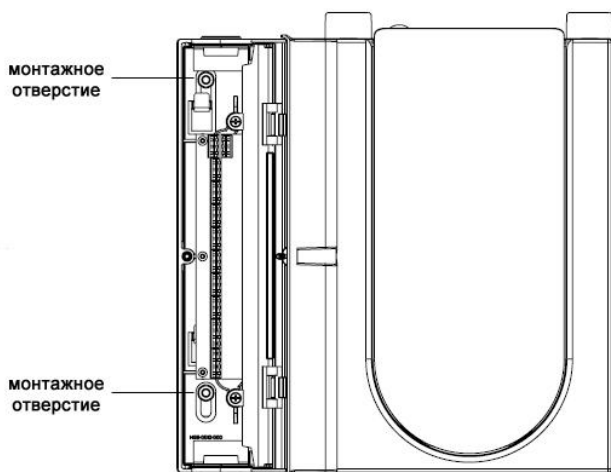

Рис.2 Монтажные отверстия для резьбовых шпилек
3. Сдвиньте блок вниз так, чтобы он зацепился за крюки, и закрепите его, по крайней мере, на одной из двух резьбовых шпилек (рис. 2) при помощи шайбы и гайки, поставляемых в комплекте.